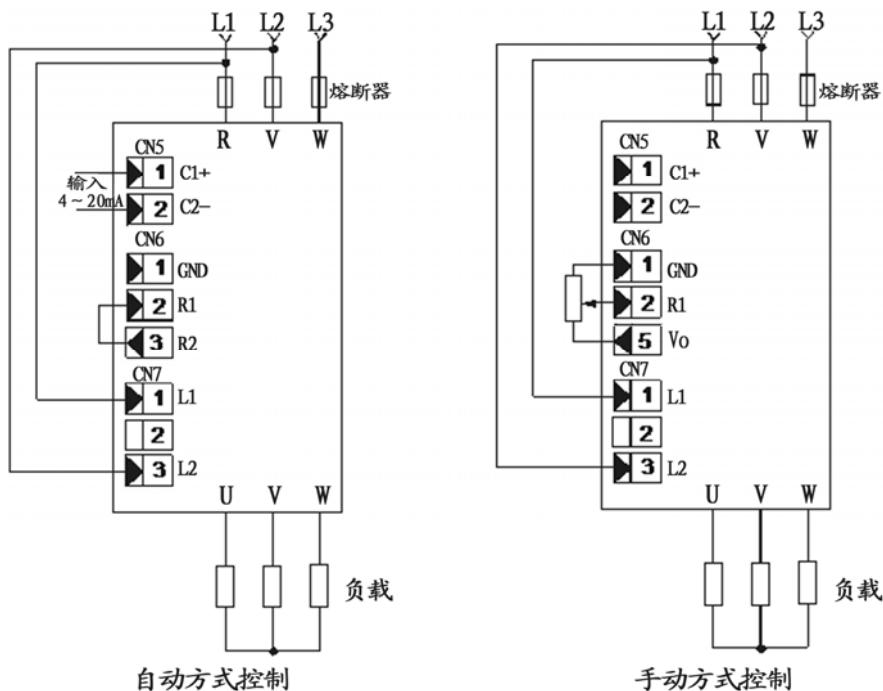

图 2-4 手动及自动时接线方式
① 自动时，若没有电压限制 R1 和 R2 必须短路。
② 为调试可靠、顺利地进行，一般先接假负载（如：100~200W 灯泡）。负载电压变化应连续、均匀、平稳，与输入信号成线性关系，各相电压之间应平衡。对于变压器负载，应将变压器一次侧断开后，再接假负载。按最简接线图 2-4（图 2-4 中两种方式均可）接线，进行自动或手动调试，电源电压应符合调压器的型号要求。
A. 自动调试：将仪表 4~20mA 的输出信号接到 C1、C2 端，R1、R2 短路，按图 2-4 中自动控制接线。绿色输入灯亮度随输入变化，负载电压也随输入均匀变化。